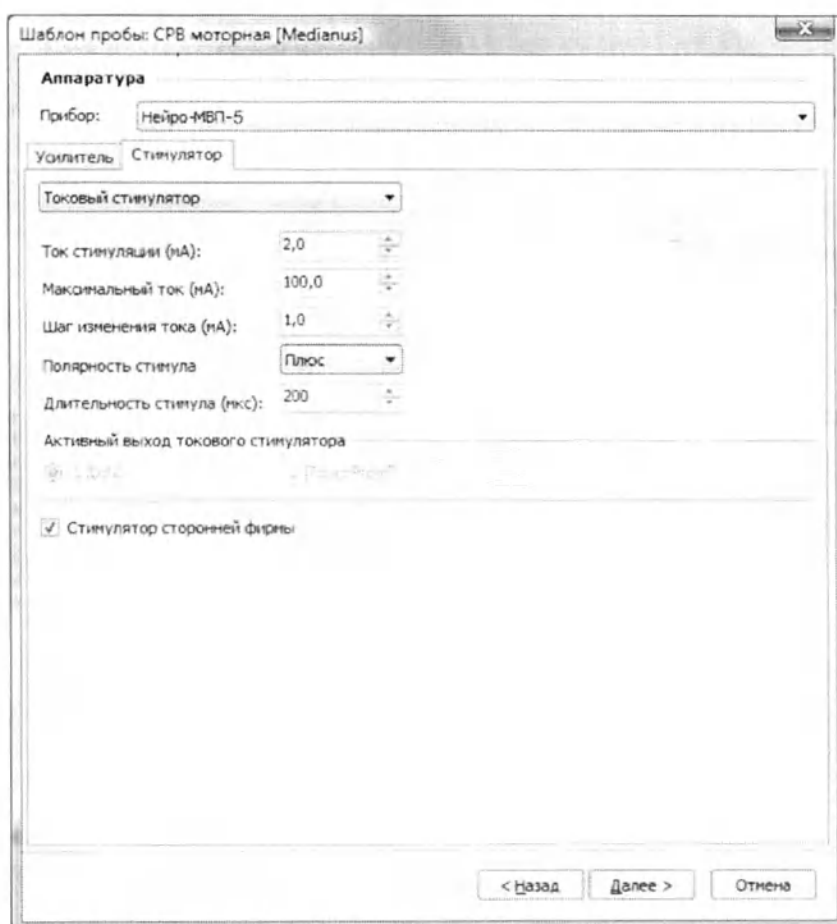

Рис. 229. Окно запуска регистрации от внешнего стимулятора
3. Запустите программу «Нейро-МВП.NET», выполните команду меню **Настройка|Шаблоны проб|Настройка**, выберите необходимый шаблон пробы, нажмите кнопку «Изменить» и на странице «Аппаратура|Стимулятор» установите флажок «Стимулятор сторонней фирмы» (рис. 229). Этот шаг достаточно выполнить один раз для каждого шаблона, где планируется использовать внешний стимулятор. Если вы не желаете менять шаблон, то следует создать пробу и сделать аналогичные настройки в ней.
Обратите внимание, что флажок «Стимулятор сторонней фирмы» (рис. 229) должен быть сброшен (очищен)!